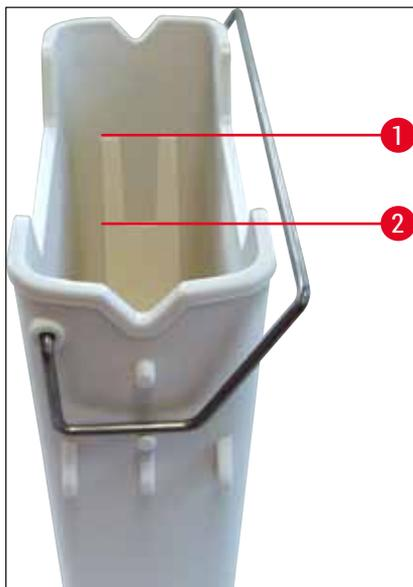
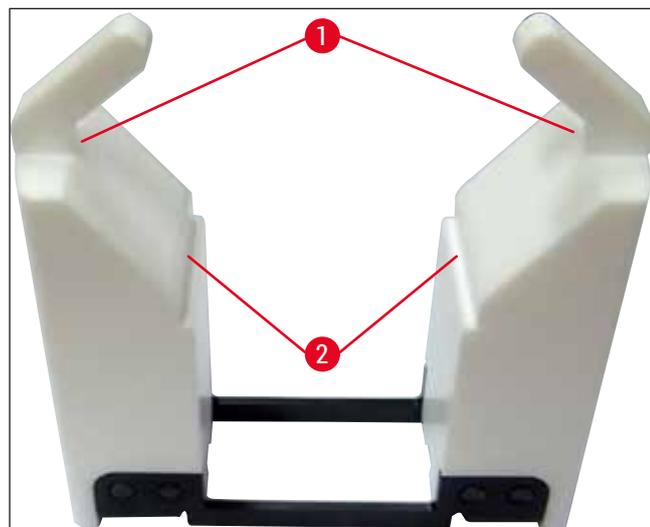

Fig. 66
Fig. 67
Verifique se a alça do recipiente de reagente está conectada corretamente ao recipiente de reagente. Se não estiver, fixe a alça de acordo com a (→ "Fig. 66").
- Ao abastecer cada tipo de recipiente de reagente, observe as marcas de nível de abastecimento dentro dos recipientes de reagente (→ "Fig. 66") (→ "Fig. 67").
- Se for necessário usar inserções para colorações especiais (→ "Fig. 67") nos recipientes de reagente para reduzir o volume de reagente, insira-as primeiro no recipiente de reagente e depois abasteça com o reagente até, pelo menos, o nível mínimo indicado (→ "Fig. 67-2"), mas não acima do nível máximo de abastecimento (→ "Fig. 67-1").